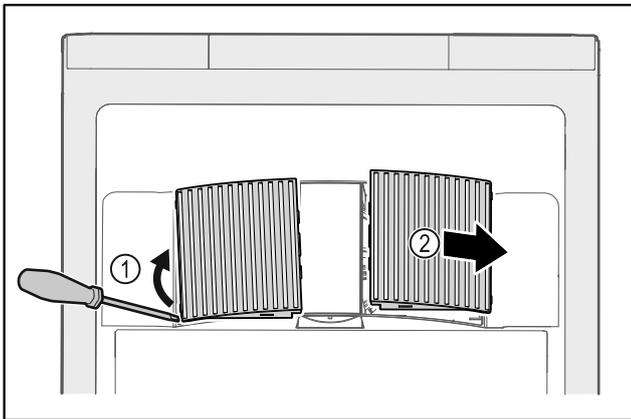

Fig. 199
- ▶ Extraire par un mouvement de levier les caches latéraux Fig. 199 (1) vers l'avant Fig. 199 (2).